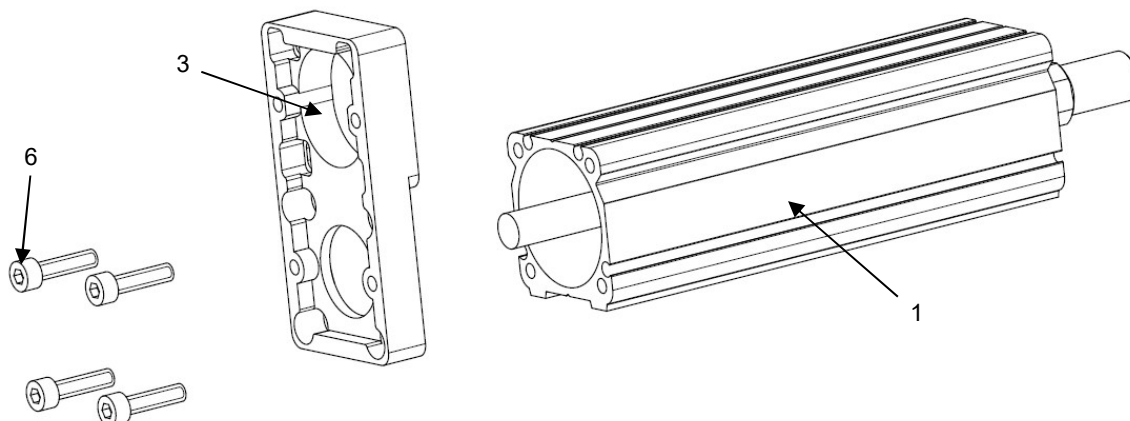

Рисунок 7 – Монтаж корпуса на модуль
- 1) Смонтируйте корпус монтажного комплекта (поз. 3) на модуль (поз. 1) (см. рисунок 7). Закрепите корпус (поз. 3) с помощью прилагаемых винтов (поз. 6);